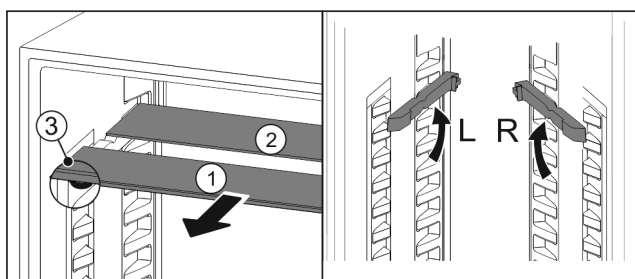

Fig. 18
- Skleněné desky jednotlivě vytáhněte dopředu Fig. 18 (1).
- ▷ Skleněná deska Fig. 18 (1) s ozdobnou lištou leží vpředu.
- ▷ Zarážky Fig. 18 (3) směřují dolů.